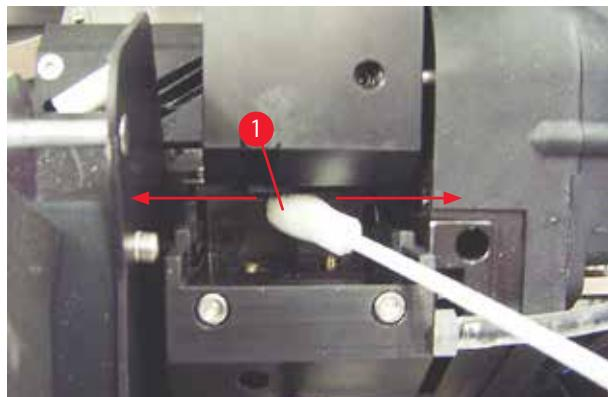

图 51
5. 小心地将棉签插入到打印头下的间隙中 (→ "图 51")。轻轻向上用一点力(在打印头上)，用棉签来回擦拭(约 10 次)。该步骤可去除干燥的残余油墨。